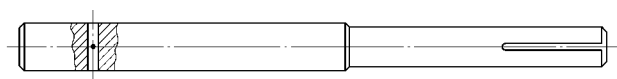
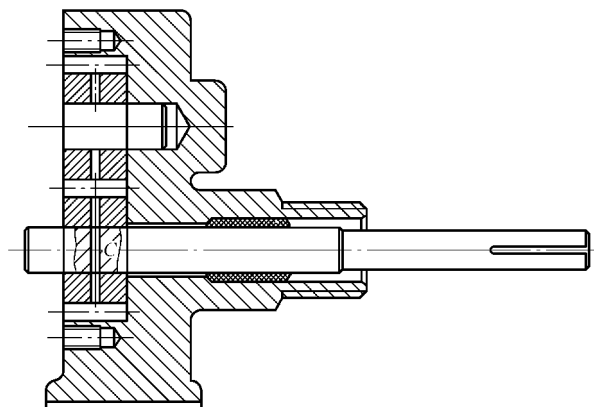

图 12-4 创建块“zdz”(主动轴)
图 12-5 插入主动轴
3) 创建块“zdz”(主动轴),以局部剖处水平与垂直轴线交点为基点,如图 12-4 所示;插入块“zdz”至泵体主视图中,插入点为 C 点,如图 12-5 所示。